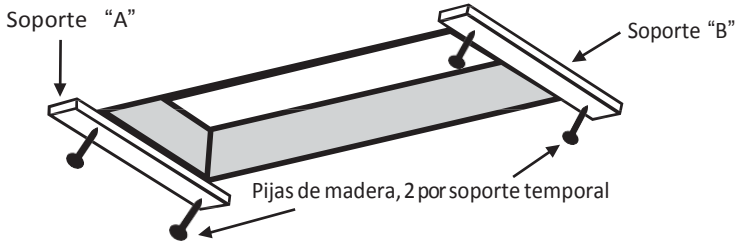

FIGURA 4
A. Añada soportes temporales "A" y "B" con pijas de 2 1/2" como se describe en seguida y como muestra en la Figura 4 y 5.